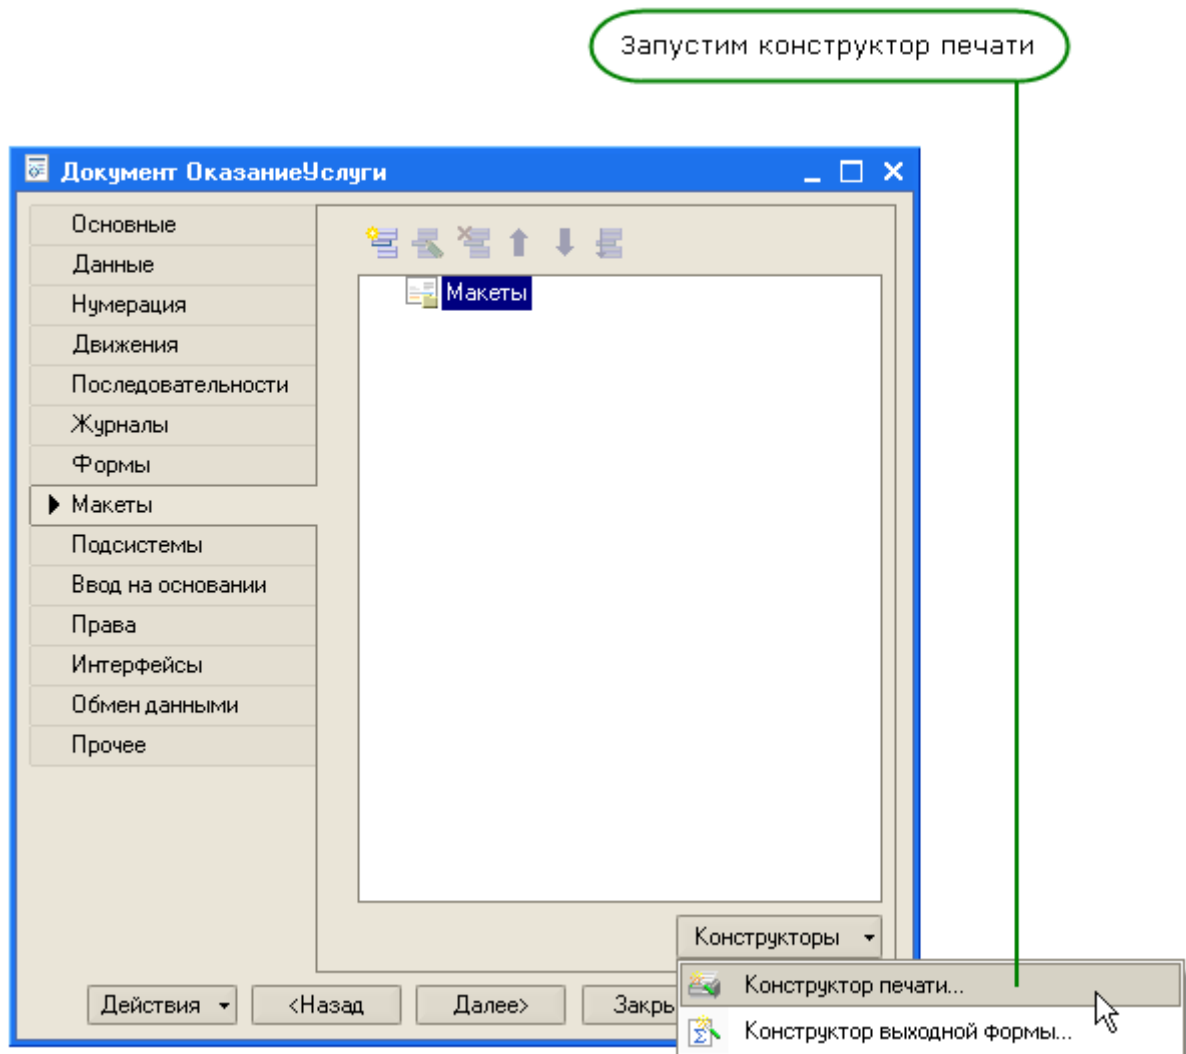

Рис. .1. Запустим конструктор печати...
2. Перейдите на закладку Макеты и запустите конструктор печати (рис. 1):